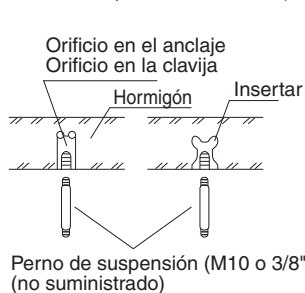
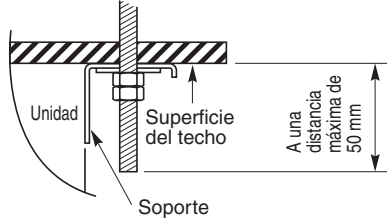

Fig. 3-11
Fig. 3-13
- (3) Taladre orificios en los 4 puntos indicados en el diagrama de escala completa.
- (4) En función del tipo de techo:
- a) Inserte pernos de suspensión (Fig. 3-11).
- (5) Atornille los pernos de suspensión, dejando que sobresalgan del techo (Figs. 3-11 y 3-12). La distancia de cada perno al descubierto deberá ser de igual longitud dentro de 50 mm (Fig. 3-13).